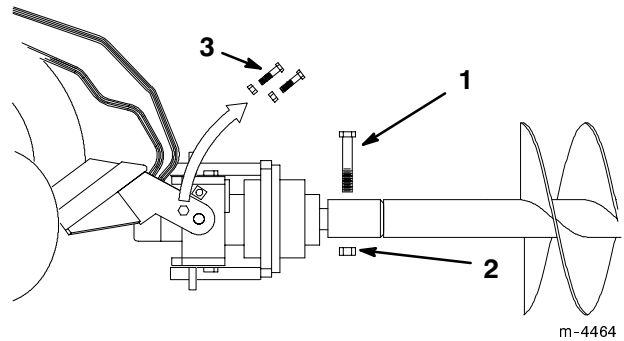

Abbildung 8
11. Den Bohrer mit 11,5 cm (7/8"-9 x 4-1/2")-Schraube und 7/8"-11-Mutter am Antriebskopf befestigen (Abb. 8).
12. Die Schrauben und Muttern aus den Gestellarmen entfernen, die in Schritt 3 und 5 angebracht worden sind (Abb. 8).